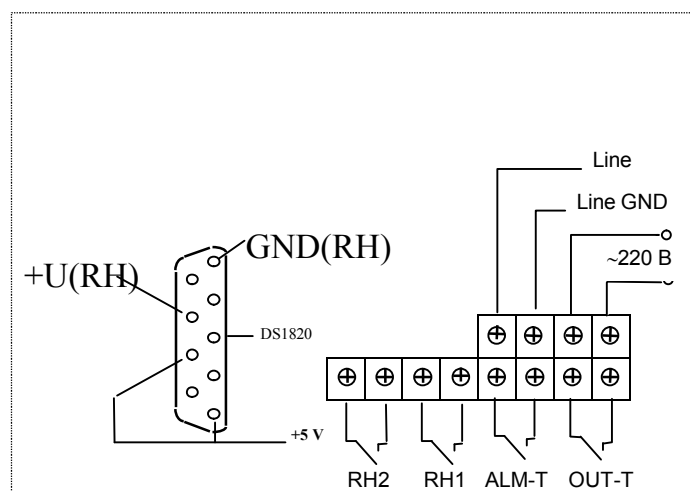

Рис.3 Схема подключения ИТВР 2606D с совмещенным датчиком влажности и температуры без выходного унифицированного сигнала.
5.2 Электрические соединения с сетью, датчиками температуры осуществляется через клеммные колодки, расположенные на задней панели прибора (см рис. 3).